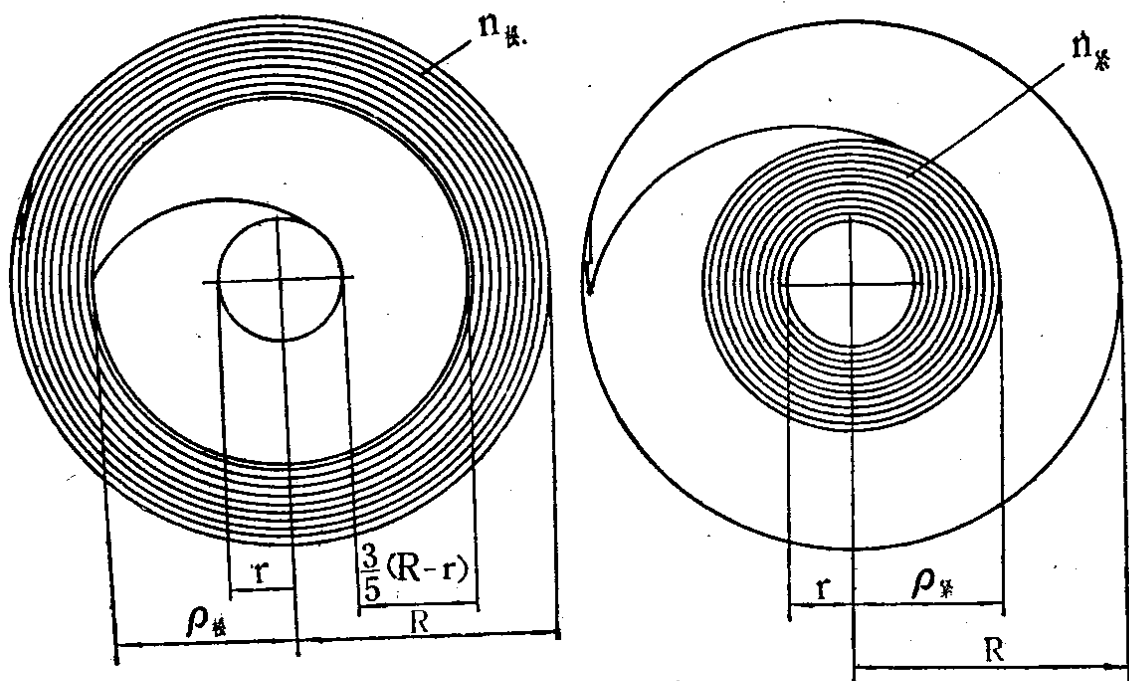

图1—8 发条的放松和上紧
(1) 经验法: 在手表维修中, 如何选择恰当的发条长度, 一般可凭经验。目前手表的条盒总转数一般为6~10圈, 在这种情况下, 当发条放松后的内半径 $\rho_{松}$ 与条轴半径 r 之差, 约等于条盒内半径 R 与条轴半径 r 之差的 $\frac{3}{5}$ 时, 一般就能满足条盒总转数最大的条件(图1—8①)。如果使用